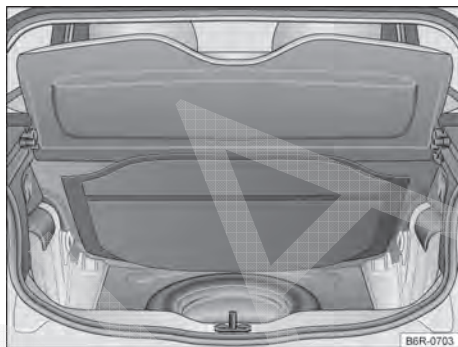

Fig. 133 No compartimento de bagagem embaixo do revestimento do assoalho: roda de emergência e ferramentas de bordo.
As ferramentas de bordo e a roda de emergência estão localizadas no compartimento de bagagem embaixo do revestimento do assoalho → Fig. 133.
- Levantar o revestimento do compartimento de bagagem → Fig. 133.